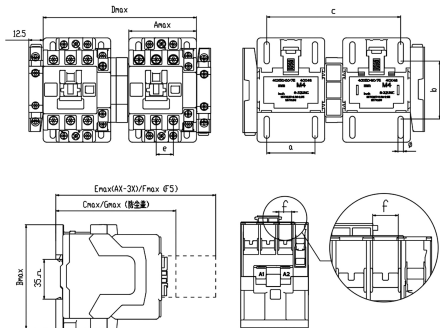

图2 NXC-06/(N)~38/(N)系列交流接触器外形与安装尺寸
2.2 NXC-06/(N)~38/(N)系列交流接触器安装尺寸与外形尺寸，见图2及表4，产品接线能力见表5，型号规格重量见箱贴。